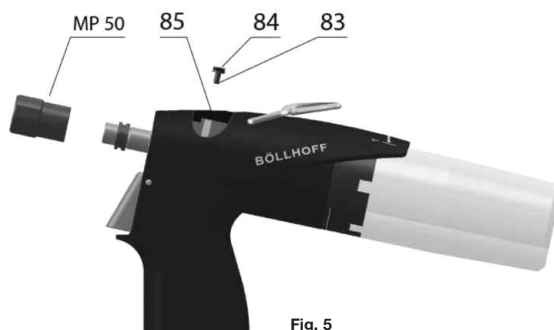

Fig. 5
- 2- Desaparafusar o bujão de purga (fig. 5 - pos. 83) com a sua junta tórica, usando a chave Allen n.º3. **Não retire a junta hidráulica (fig. 5 pos. 85)!**
- 10- Colocar o bujão de purga no lugar (fig. 5 pos. 83).